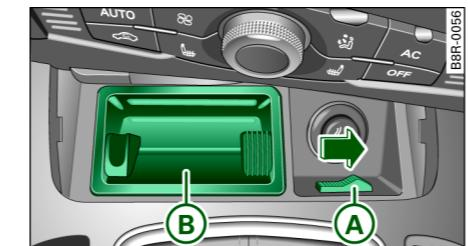

图 169 前中控台：取出烟灰缸胆
- 如要够到应急解锁装置，请使用开锁开关 **A** ⇒ 图 169 取出烟灰缸内芯 **B**。